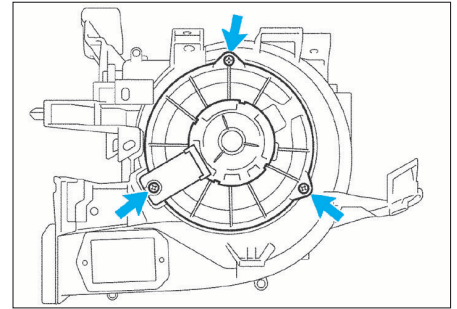

FIG. 11
- Déposer les 3 vis de fixation du motoventilateur (fig. 11).